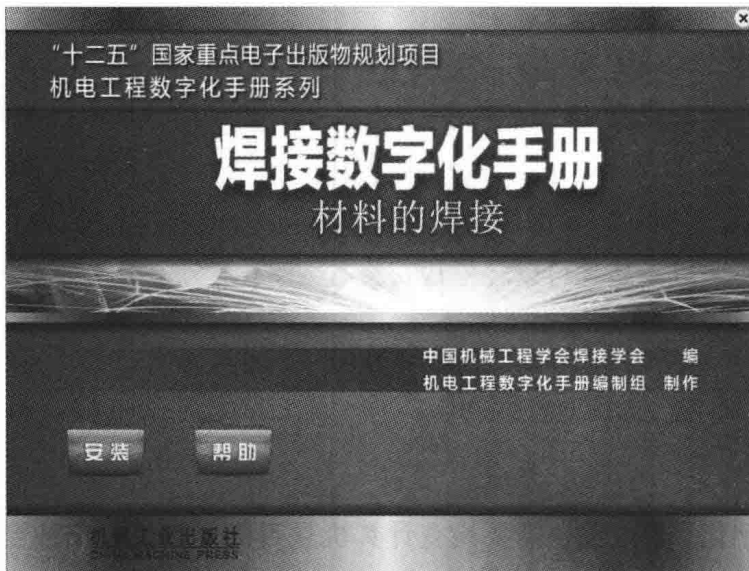

图 1-1 初始界面
- 2) 光盘自动运行，显示初始界面，如图 1-1 所示。单击“安装”按钮即可进行安装。